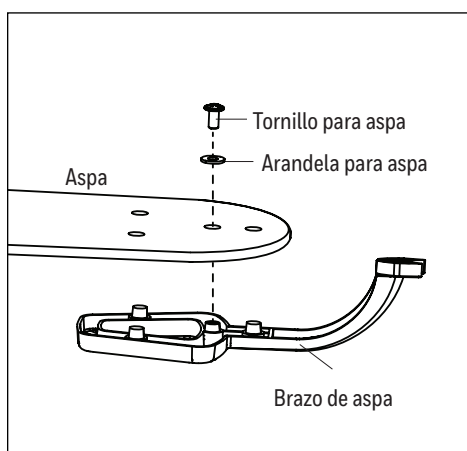

Figure 4.4
- Alinee los montantes del brazo del asa con los respectivos orificios en el asa y luego inserte el tornillo del asa, la arandela del asa para fijar un brazo de asa a un asa. Apriete el tornillo del asa. Repita este paso para las aspas y los brazos del asa restantes (Figure 4.4).